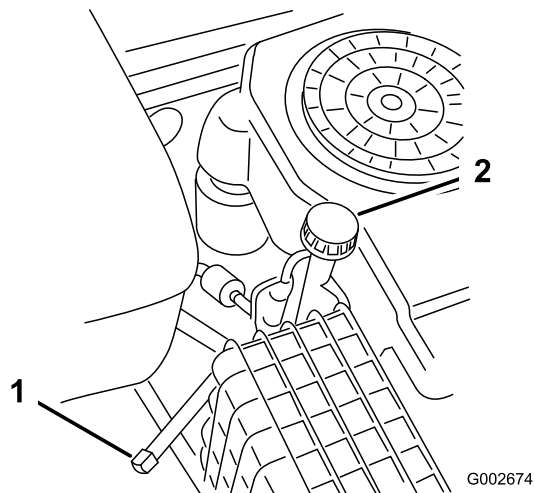

Figure 22
5. Placez un bac de vidange sous l'orifice de vidange. Enlevez le bouchon de vidange (Figure 22).
6. Quand toute l'huile s'est écoulée, replacez le bouchon de vidange. (Figure 22).
7. Nettoyez la surface autour du bouchon de la jauge d'huile et dévissez le bouchon (Figure 22).
8. Versez avec précaution environ 80% de la quantité d'huile spécifiée dans le goulot de remplissage (Figure 22) (voir Vidange de l'huile moteur et remplacement du filtre).